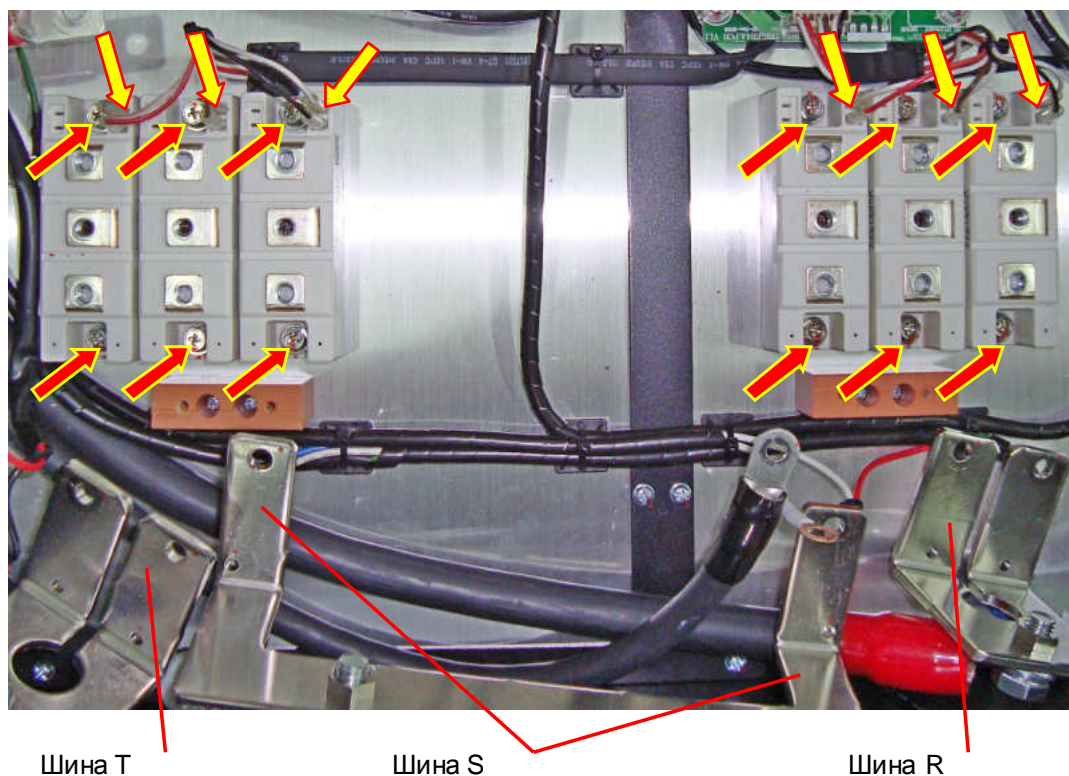

Рис. 6.31.
6.17.3. Отвести в сторону шины R, S и T (рис. 6.31). Отсоединить провода управления от клемм 4 и 5 диодно-тиристорных модулей (рис. 6.31, желтые стрелки) и выкрутить 12 винтов крепления модулей (рис. 6.31, красные стрелки). Демонтировать диодно-тиристорные модули. Положить модули и винты в тару.